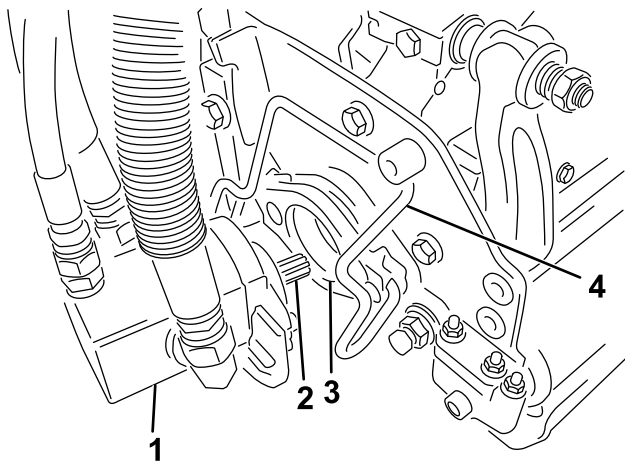

Figura 34
5. Revista o veio estriado do motor da unidade de corte com massa lubrificante limpa (Figura 34).
6. Insira o motor no lado esquerdo da unidade de corte (visto da posição do operador) e empurre a barra de retenção do motor na unidade de corte na direção do motor até ouvir um “clique” de ambos os lados do motor (Figura 34).